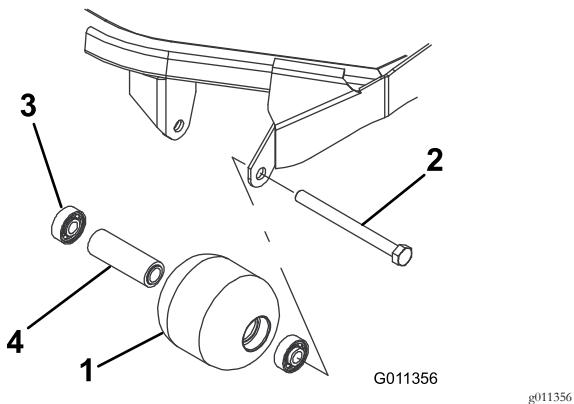

Figura 68
1. Retire o parafuso de montagem do rolo (Figura 68).
4. Verifique se a estrutura dos rolamentos, os rolamentos e o espaçoador de rolamentos estão danificados (Figura 68).
1. Introduza o primeiro rolamento na estrutura do rolo (Figura 68). Empurre só a calha externa ou, então, exerça o mesmo tipo de pressão nas calhas interna e externa.
2. Coloque o espaçoador (Figura 68)
3. Introduza o segundo rolamento na estrutura do rolo (Figura 68) exercendo o mesmo tipo de pressão nas calhas interna e externa até a calha interna entrar em contacto com o espaçoador.